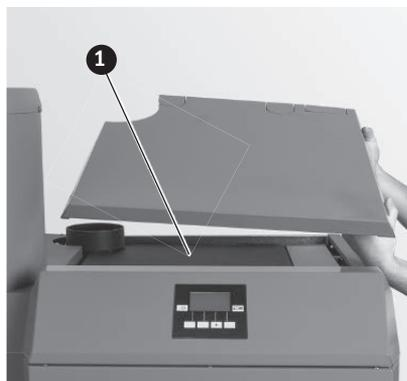

Fig. 136 Togliere il coperchio del rivestimento, rimuovere l'isolamento
- scollegare la spina di rete dell'apparecchio prima di aprire il quadro di comando o per effettuare lavori di assistenza o riparazione. Togliere il coperchio del rivestimento (Fig. 136) e rimuovere l'isolamento sopra il coperchio delle superfici riscaldanti.